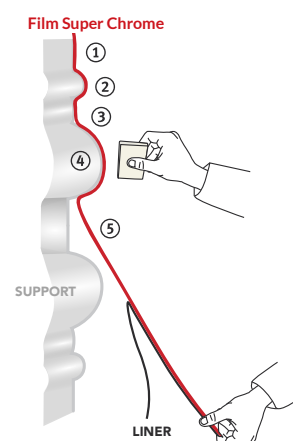

Figure 10
- › Retirer progressivement le liner en maintenant une tension vers le bas. (FIG. 10)
- › Commencer à appliquer le creux ① puis le relief ② et ensuite le creux ③.
- › Remonter sur l'ondulation suivante ④ puis continuer ⑤ jusqu'à la pose complète.